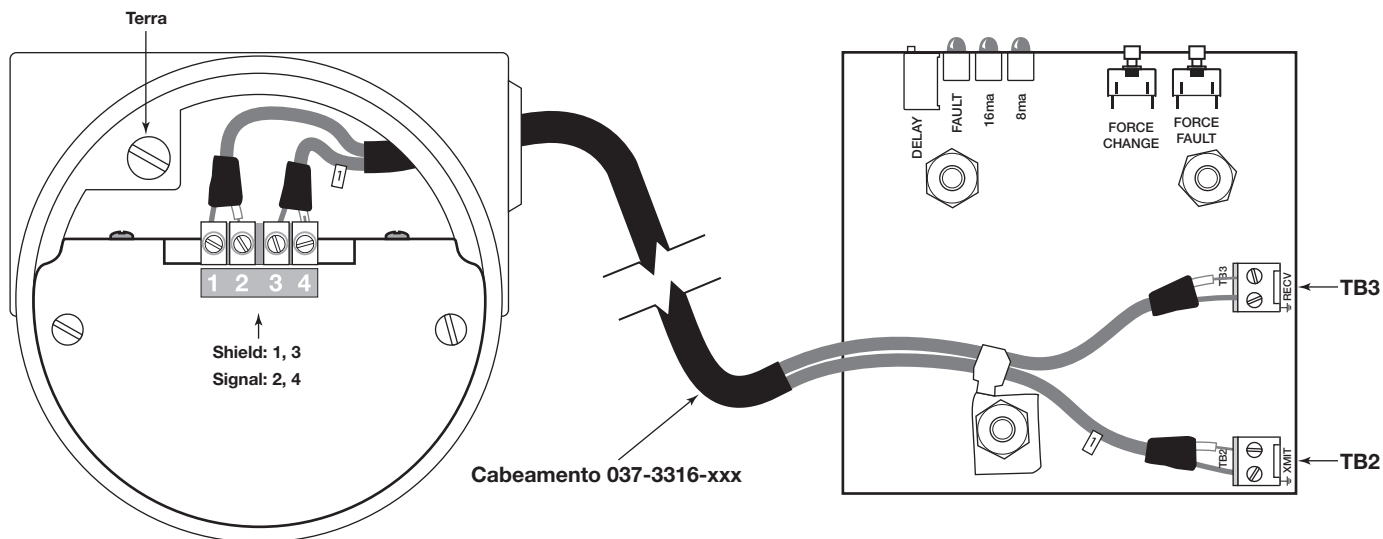

Figura 9
Os instrumentos Modelo 961 com montagem remota têm o algarismo “1” no 8º dígito do número do modelo (961-XXXX-1XX). O cabo 037-3316-XXX já vem pré-conectado de fábrica na extremidade do sistema eletrônico, e seguro com uma braçadeira. A outra extremidade do cabo é conectada pelo usuário dentro do invólucro do sensor remoto, no terminal bloqueado marcado com um rótulo azul 1 2 3 4. Veja Figura 9.
NOTA: o cabeamento 037-3316-XXX é conectado pelo fabricante na extremidade do sistema eletrônico. As conexões TB2 e TB3 estão exibidas na Figura 9 para o caso dos cabos precisarem ser recolocados.
4. Consulte a Figura 9. Conecte os fios de alimentação aos terminais apropriados. O Modelo 962 está disponível para alimentação AC (102 a 265 VAC) ou alimentação DC (18-32 VDC)
5. Conecte os fios desejados do relê conforme mostrado na Figura 9.